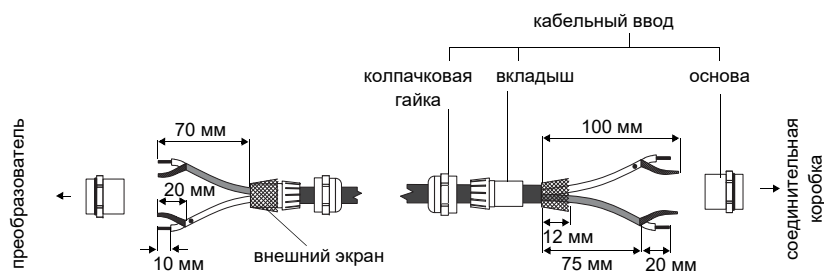

Рис. 6.3: Разделка удлинительного кабеля
- Откройте кабельный ввод. Вкладыш остается в колпачковой гайке (смотри Рис. 6.3).
- Зафиксируйте кабельный сальник, прикрутив колпачковую гайку к основе (смотри Рис. 6.3).